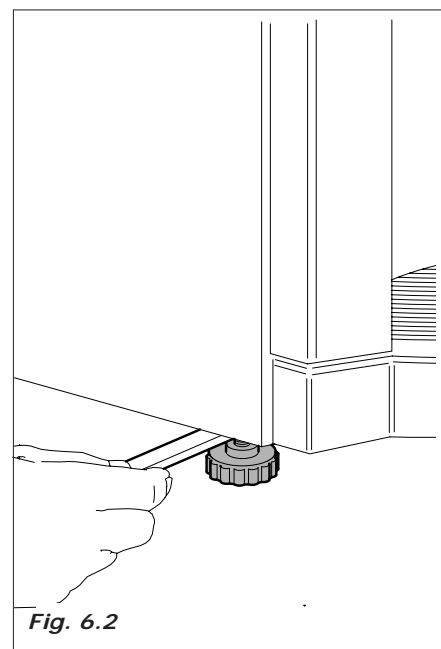

Fig. 6.2
- Posicionar o distribuidor, prestando atenção ao nivelamento regulando os pezinhos já montados sobre o móvel (Fig. 6.2). Verificar que o distribuidor não tenha uma inclinação superior aos 2°.